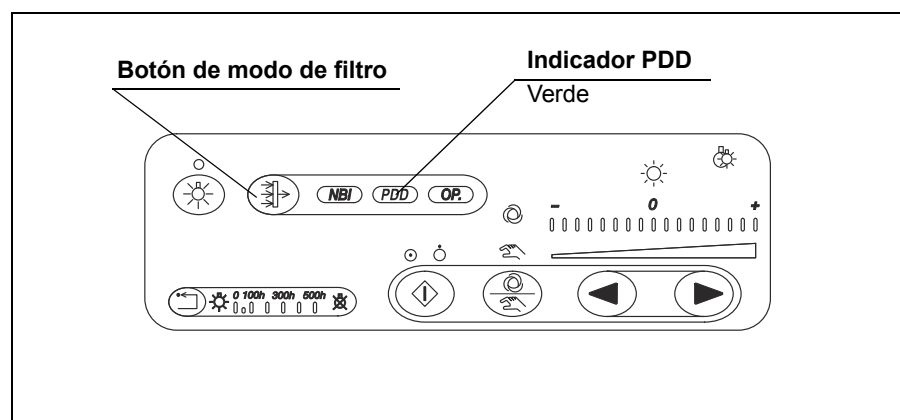

Figura 4.11
1. Compruebe que el botón de modo de filtro está iluminado y que el indicador "PDD" se ilumina en color verde (véase la figura 4.11).
2. En la figura 4.11, el modo de observación normal está activado.